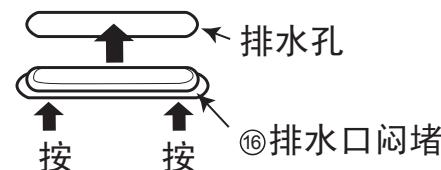

图28
- 请将机体在安装后，按图28所示将附件 ⑯ 室外出水嘴安装在出水孔中。